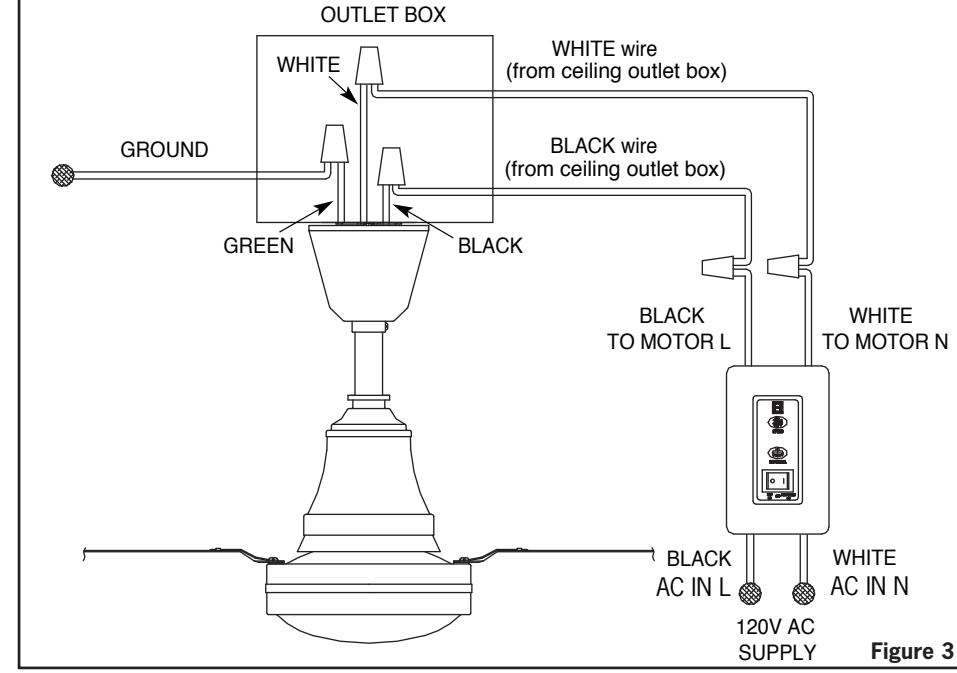

Figure 3
Voir la figure 3
3. Connect the lead wires to the power supply, (shown in Fig. 3).
See Fig. 3
Effectuez les connexions de câbles suivantes à l'unité de réception (voir fig.3) à l'aide des serre-fils fournis
- Effectuez les connexions de câbles suivantes à l'unité de réception (voir fig.3) à l'aide des serre-fils fournis
Make the following wire connections to the receiver unit (see fig.3) using the wire nuts supplied.